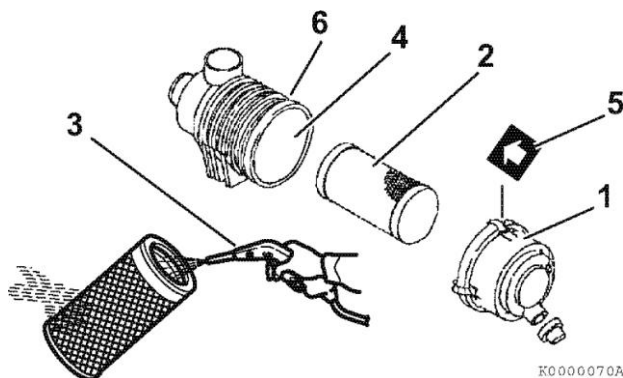

Рисунок 48
1. Отцепите и снимите крышку фильтрующего элемента воздушного фильтра (рисунок 48 (1)).
2. Удалите фильтрующий элемент (рисунок 48 (2)) (внешний фильтрующий, если воздушный фильтр оснащен двумя элементами).
3. Продуть (рисунок 48 (3)) фильтрующий элемент в направлении изнутри-наружу сжатым воздухом под давлением 0.29 - 0.49 МПа, 3.0 - 5.0 кгс/см², чтобы удалить частицы пыли. Следует применять минимально низкое давление воздуха, чтобы не повредить фильтрующий элемент при удалении пыли.
7. Повторно установите фильтрующий элемент в корпус воздушного фильтра (рисунок 48 (4)).
8. Повторно установите крышки воздушного фильтра, удостоверившись, что направление стрелки (рисунок 48 (5)) на крышке совпадает со стрелкой на корпусе (рисунок 48 (6)).
Следует заменять фильтрующий элемент воздушного фильтра (рисунок 48 (2)) через каждые 500 часов работы двигателя, даже если фильтрующий элемент не поврежден и не загрязнен.
При замене фильтрующего элемента, необходимо очистить внутреннюю часть корпуса воздушного фильтра (рисунок 48(4)).